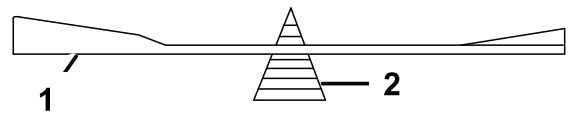

Figura 69
2. Verifique o equilíbrio da lâmina colocando-a num equilibrador de lâminas (Figura 69).